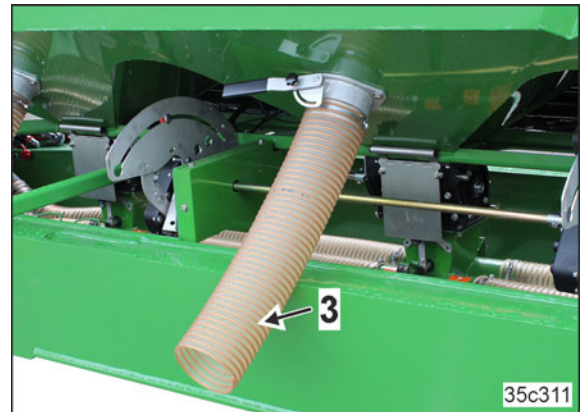

Bild 57
3. För tömningsslangen (Bild 57/3) i en uppfångarbehållare.